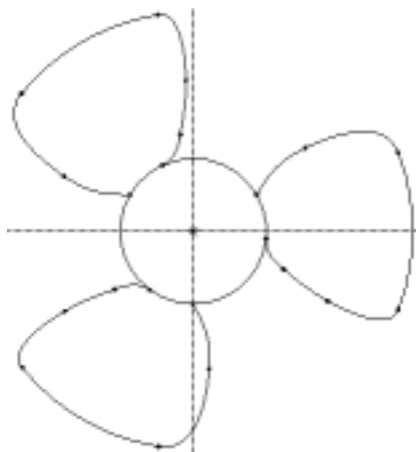

图 3-104 风扇效果图
(14) 单击工具栏中的“约束条件”按钮, 在弹出的“约束”对话框中单击“相同点选项”按钮, 单击直径为 20 的所有圆弧, 使所有的圆弧同心, 并且各圆弧的半径相等。
(15) 单击工具栏中的“同心圆弧”按钮, 选择其中一直径为 20 的圆弧, 单击该圆弧段的一端点, 并单击与该圆弧相邻的圆弧端点, 绘制圆弧, 利用相同的方法绘制其他两段同心圆弧, 效果如图 3-104 所示。